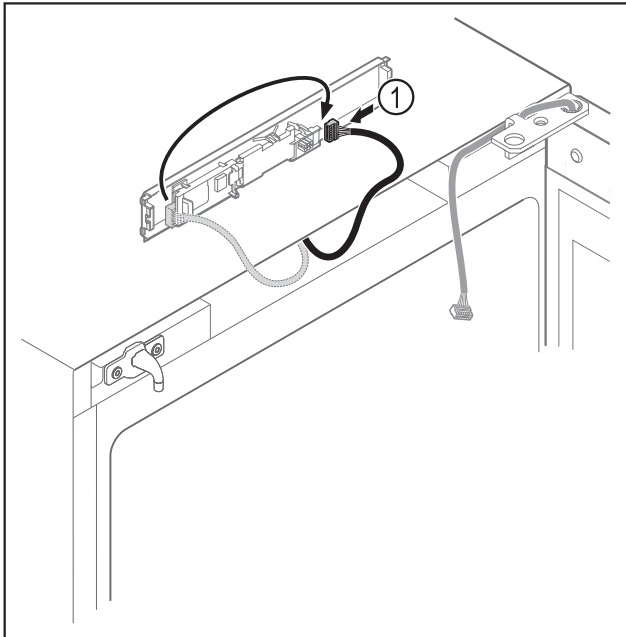

Fig. 18
- Stecker Fig. 18 (1) auf Platine umstecken.